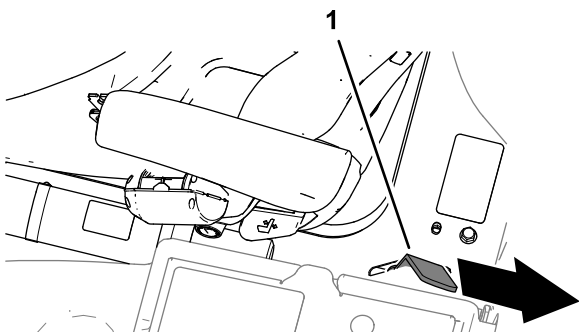

Bild 55
3. Senken Sie die Plattform vollständig ab und schieben Sie den Sperrriegelgriff der Plattform zum Heck der Maschine, bis der Riegel ganz in der Sperrstange einrastet (**Bild 55**).